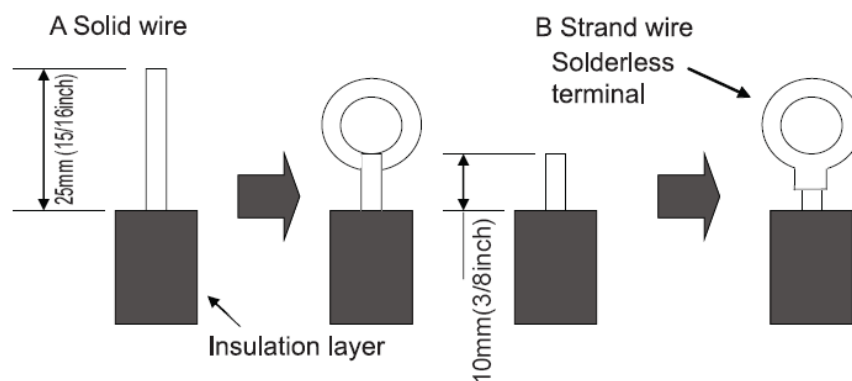

Fig. 24
(1). For solid core wiring (Fig.24)